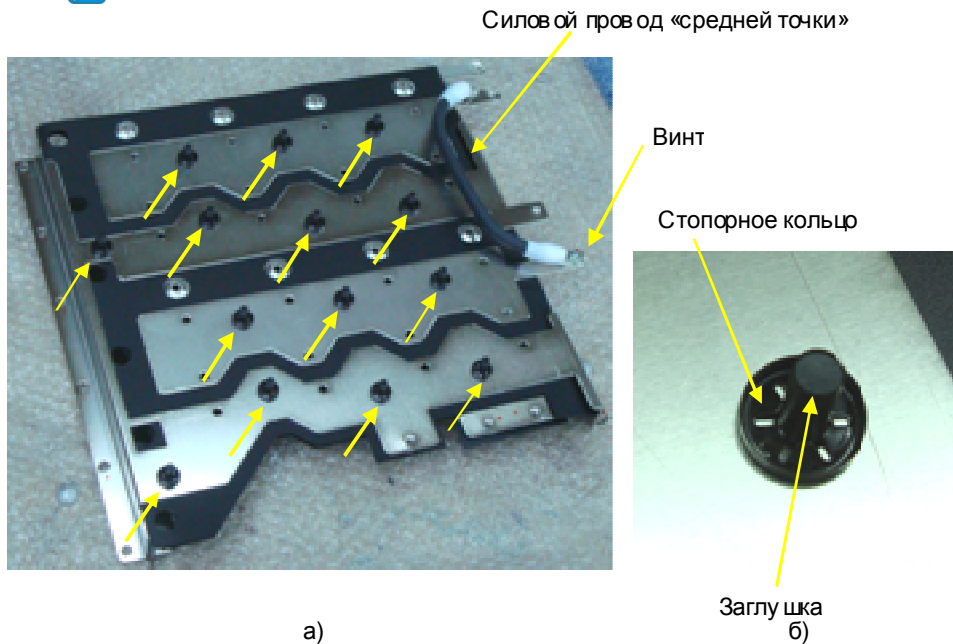

Рис. 6.23.
6.12.4. Разобрать шинную сборку, для чего выкрутить винт крепления и снять силовой провод «средней точки» блока конденсаторов. Демонтировать 14 креплений шинной сборки (рис. 6.23а), отжав на каждом креплении фиксаторы стопорного кольца и сняв стопорное кольцо с заглушки (рис. 6.23б). Отделить изолирующие прокладки от шин и положить шины и прокладки в тару.